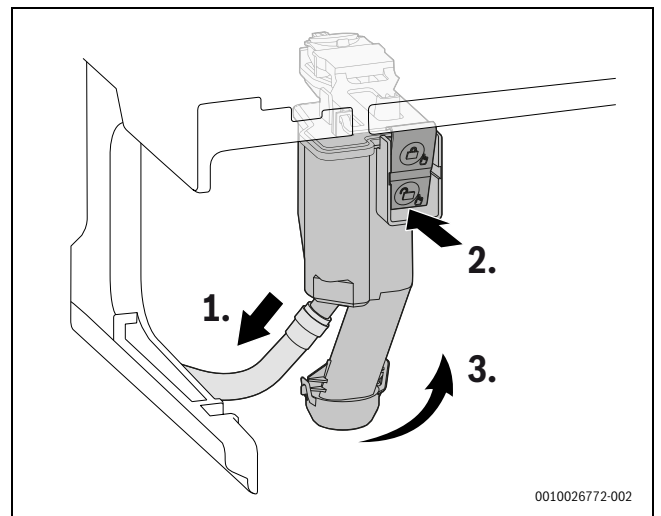

Bild 157 Kondensatsiphon ausbauen
- Kondensatsiphon aus dem Gerät nehmen (→ Bild 157, Seite 77).